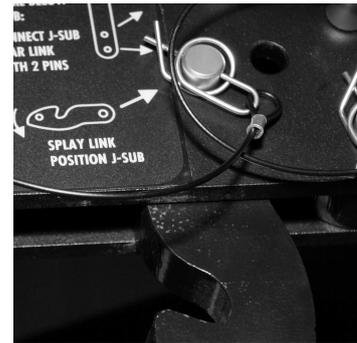

Fig. 14: Änderung der Splay Link Position am Flugrahmen
1. Stecken Sie zunächst das Pinpaar [Locking Pins 1.5]) so um, wie in Fig. 14 - Schritt 1 gezeigt.